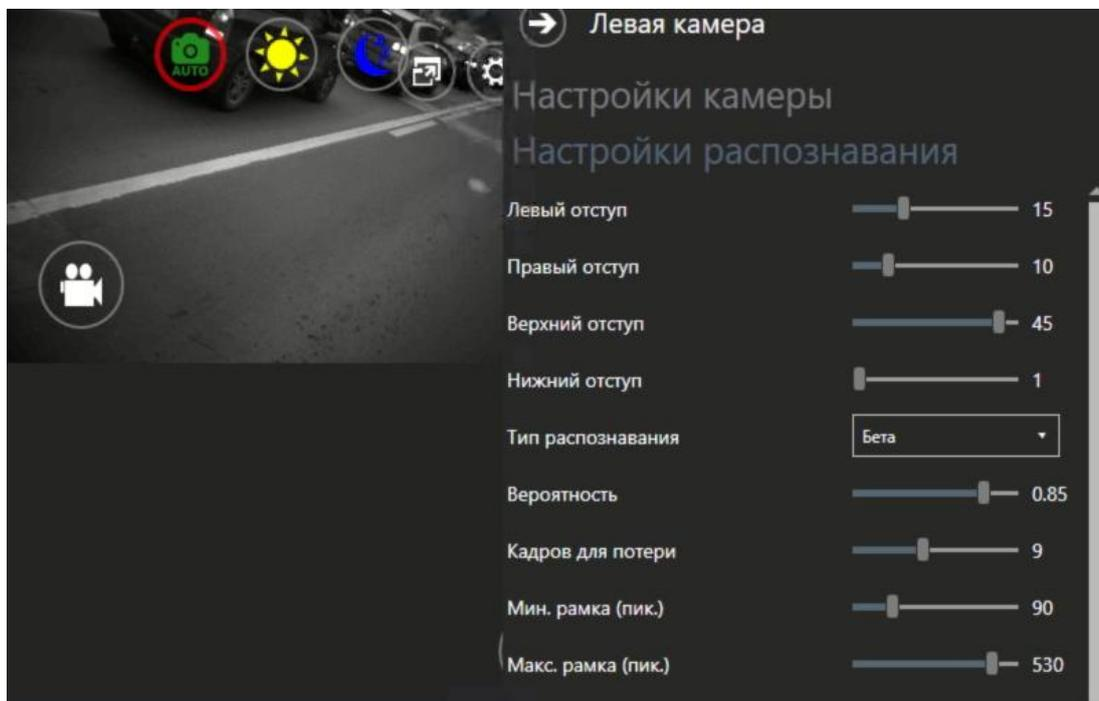

Рис. 12 Настройки распознавания
6.1.3 На вкладке модуля распознавания (см. рис.12) содержатся настройки: